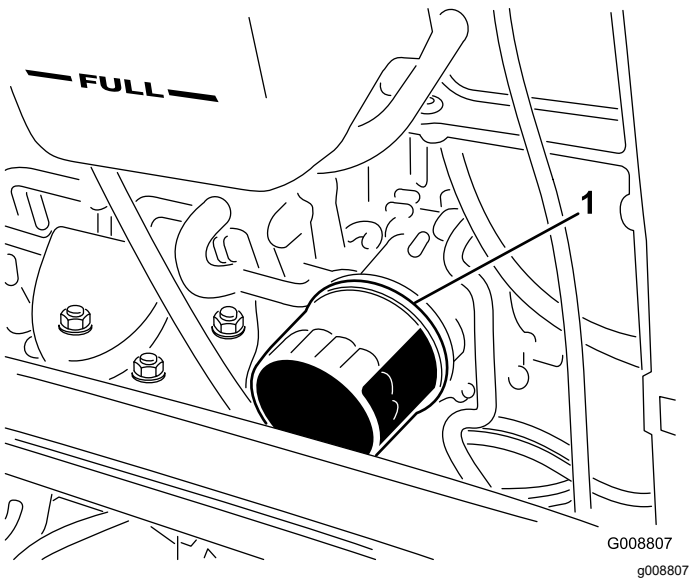

图 57
2. 拆下机油滤芯图 57。在新的滤芯密封条上涂上薄薄一层干净油然后再拧上。不要上得过紧。